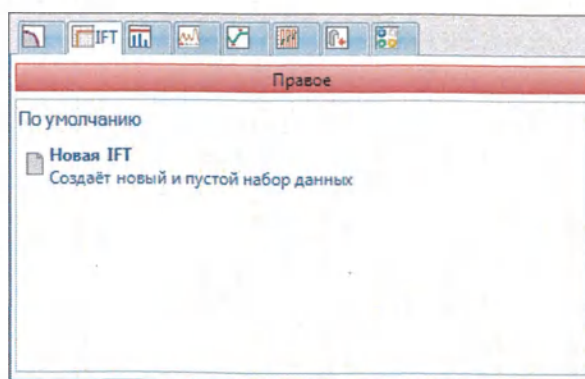

Рис. 58 Диалоговое окно открытия задачи «Телеметрия»
1. При нажатии кнопки **Новая задача** открывается диалоговое окно задачи, показанное на рис. 58, в котором можно выбрать вкладку «IFT» и открыть IFT щелчком символа **Новая IFT**.